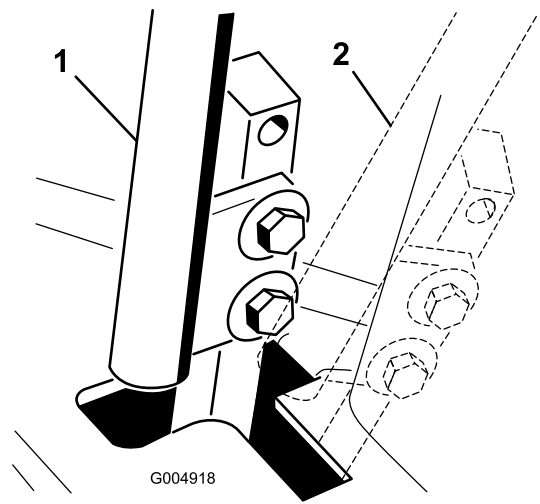

Bild 51
4. Schieben Sie den Schaltbügel in die NEUTRAL-Stellung, jedoch nicht in die **arretierte** Stellung (**Bild 51**).
6. Prüfen Sie, an welcher Stelle der Schaltbügel relativ zur Kerbe im Armaturen Brett ist (**Bild 51**).